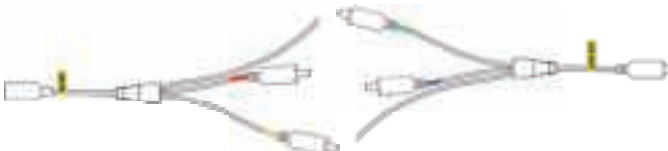

Fig. 2
- Asegúrese de que el cable del sensor está correctamente colocado detrás de la escalera. El cable tiene tres conectores en cada extremo el conector etiquetado como "AD IN" (véase la fig. 2) se conecta a la fuente de alimentación, el conector denominado "LED OUT" se conecta a la línea/cable principal (con conectores en T). Dependiendo del lugar en el que se encuentre la fuente de alimentación (en la parte inferior o superior de la escalera), el cable del sensor debe colocarse en la dirección correspondiente a las etiquetas.